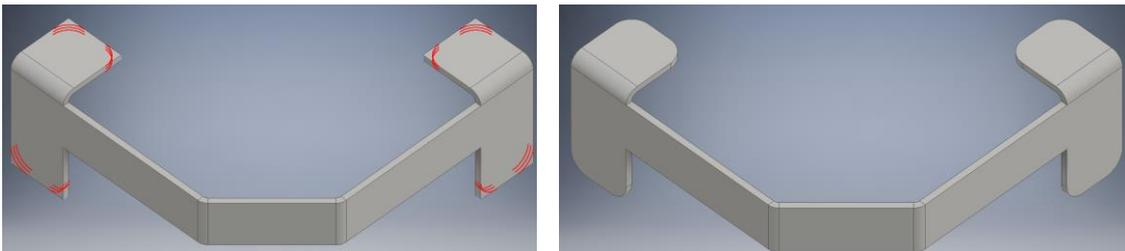

Ilustración 429. Redondeo de esquinas sobre pestañas. Escuadra Semiflexible.
- Repita el proceso sobre los cuatro bocetos hasta obtener la *Ilustración 429*.